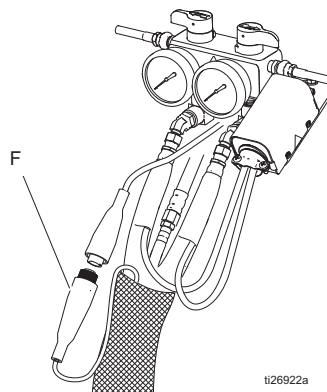

ABB.9. Beheizter Schlauch
3. FTS-Kabel (F) vom Reactor abziehen, ABB.9.